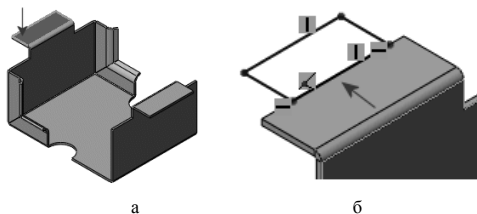

Рисунок 3.12
1. Оберіть крайку, як показано на рис. 3.12, а. Потім на панелі інструментів «Листовой металл» натисніть кнопку «Базовая крайка/Выступ» → на обраній грані відкриється ескіз.
2. Накресліть чотирикутник так, щоб одна з його граней співпала з верхньою гранню ребра–крайки (рис. 3.12, б).